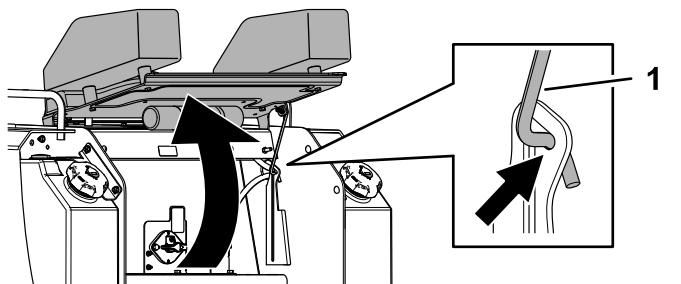

Figura 37
2. Levante la cubierta de acceso trasera y sujete la varilla de sujeción para tener acceso a los componentes internos (Figura 37).